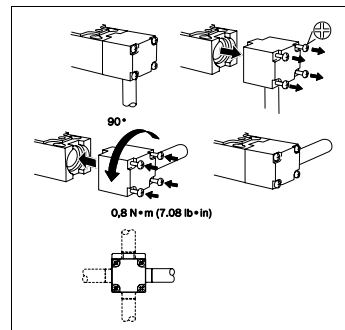

Fig. 3: modificare la direzione di azionamento
- Serrare le viti con 0,8 Nm (Fig. 3).